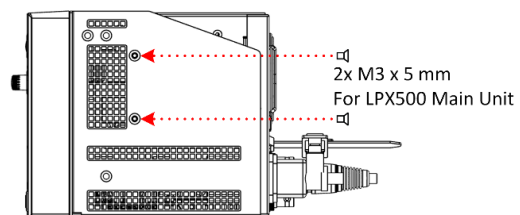

図4: ラックトレイ内のLPX500本体と拡張モニター
- 3 トレイの底にある 2 つの皿穴に 2 本の M3 x 5 ネジを挿入し、ユニットをトレイに固定します。図 4 の底面図を参照してください。
- 6 手順 4 の 2 本の M3 x 5 ネジをトレイの底にある 2 つの皿穴に挿入し、拡張モニターをトレイに固定します。図 4 の底面図を参照してください。
- 8 ラック トレイの下側からメッシュ スペーサー ブラケットに M3x5mm ネジを 1 本挿入し、ブラケットを所定の位置に固定します。図 4 の底面図を参照してください。
- 10 トレイの右側にある 2 つの皿穴に 2 本の M3 x 5 ネジを挿入し、メイン ユニートをトレイの側面に固定します。図 4 の右側面図を参照してください。
- 11 トレイの左側にある 2 つの皿穴に 2 本の M3 x 5 ネジを挿入し、拡張モニターをトレイの側面に固定します。図 4 の左側面図を参照してください。